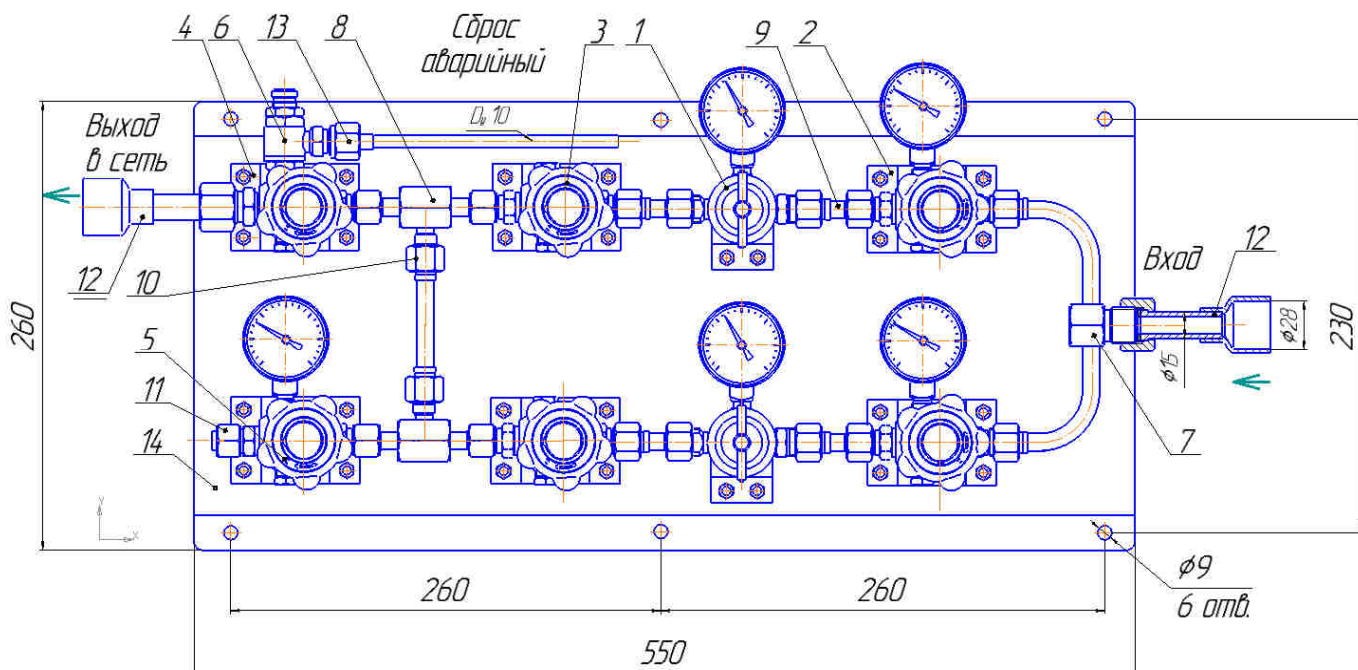

Рис. 1. Пост газопитания 2ПГК-10
4.1 Внешний вид поста показан на рис. 1